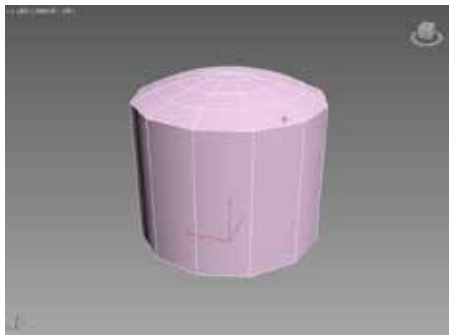

图 2-92 设置油罐高度
STEP 02 释放鼠标左键，并向上拖动鼠标，设置油罐高度，如图 2-92 所示。